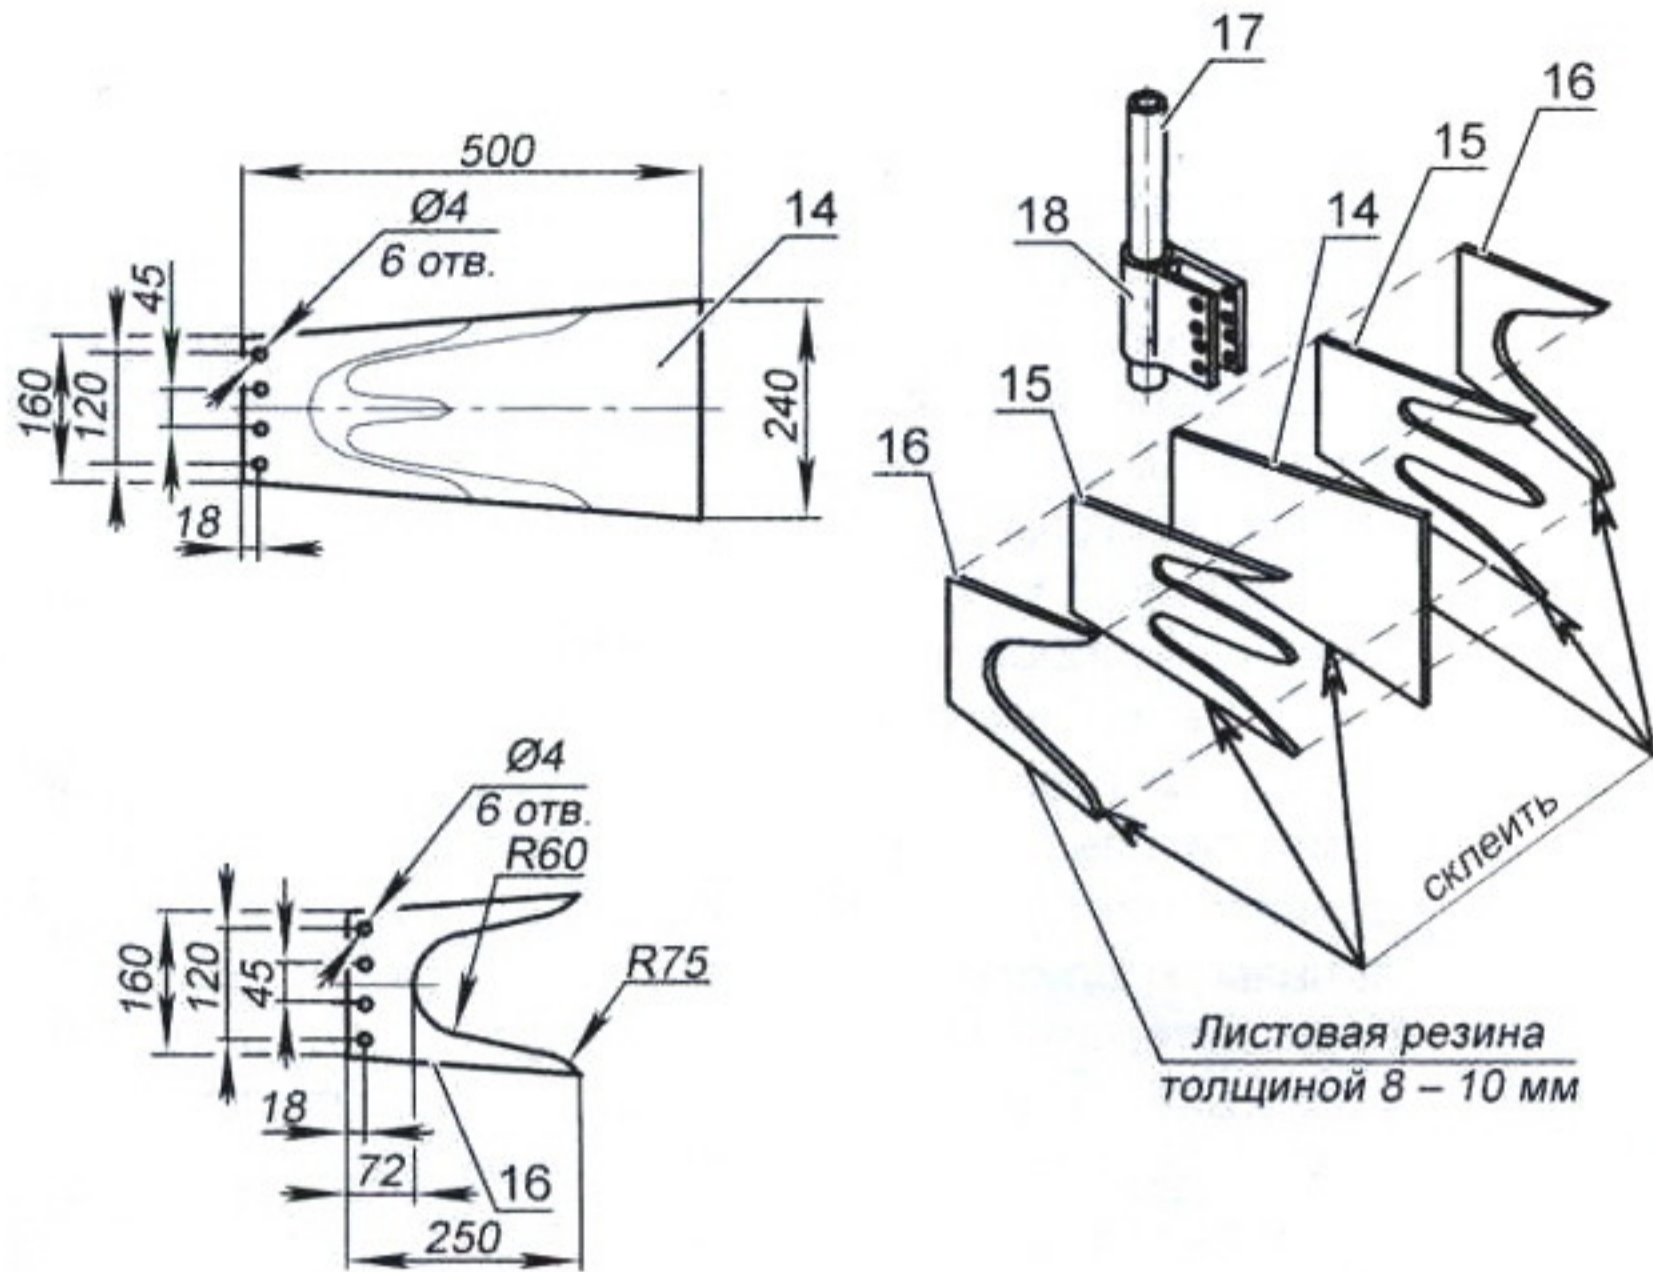

Рис. 7. Резиновый ласт
Вставьте баллер руля в дейдвудное устройство и закрепите снизу шурупом (22) деревянную болванку (21), имитирующую ступню пловца. Болванка служит для быстрого надевания резинового ласта (9), купленного в магазине, как показано на рисунке 11, и самодельного (рис. 7).